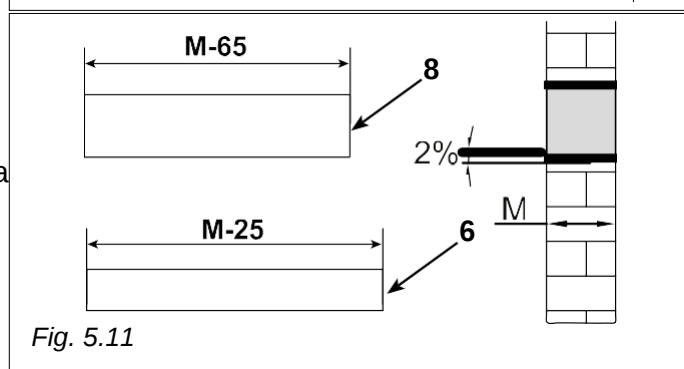

Fig. 5.11
2. Marcati orificiul de evacuare si realizati orificiul, pe cat posibil cu o panta de 2% spre exteriorul peretelui (vezi fig 5.11).
1. Odata realizat orificiul se masoara grosimea peretelui (M).
2. Taiati conducta de aspiratie (8) cu 65 mm mai scurta decat grosimea peretelui (M) (vezi fig. 5.11).
3. Taiati conducta de evacuare (6) cu 25 mm mai scurta decat grosimea peretelui (M) (vezi fig. 5.11).